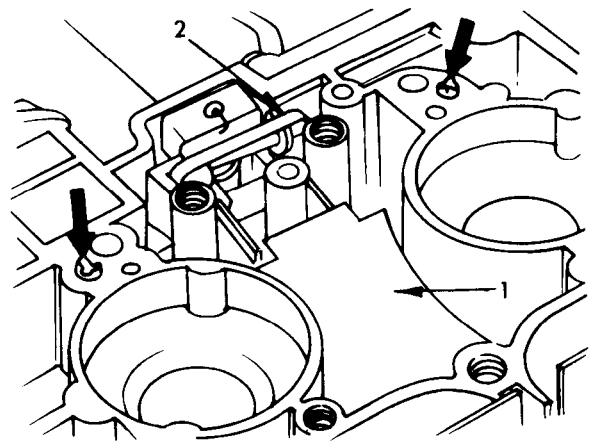

Bild 73
- Beschleunigerpumpe betätigen. Dabei soll an beiden Kugelventilen (Pfeile in Bild 73) gleichmäßig Kraftstoff austreten.
- Niederhalter («2» in Bild 73) und Schwimmer mit Schwimmemmel herausnehmen.